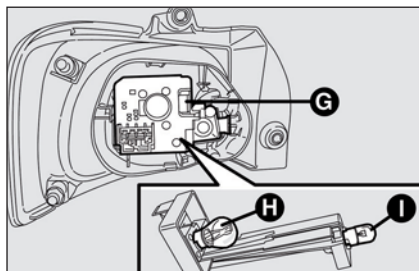

fig. 33
- comprimer l'ailette **G-fig. 33** de blocage porte-lampes pour le dégager de son siège;
La disposition des ampoules du groupe optique est la suivante (**fig. 33**):